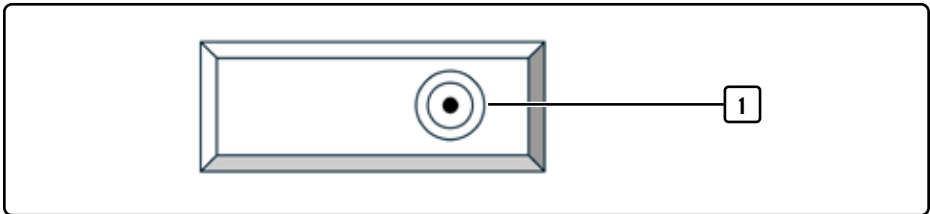

Fig. 4 Vue de dessus du réservoir d'eau
3. Insérez la cartouche filtrante dans l'adaptateur de filtre à eau [1, Fig. 4] dans le réservoir d'eau de manière à ce qu'elle s'enclenche.